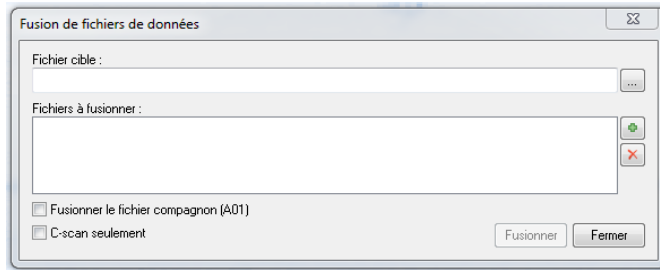

Figure 6-5 Boîte de dialogue Fusion de fichiers de données
2. Dans la boîte de dialogue **Fusion de fichiers de données** (voir la Figure 6-5 à la page 340) :